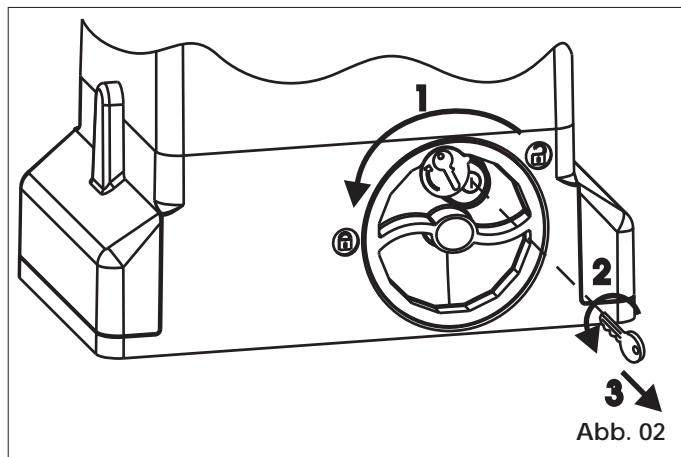

Abb. 02
- 2) Tourner la clé dans le sens inverse des aiguilles d'une montre et l'extraire de la serrure, Fig. 02 réf. 2 et 3.